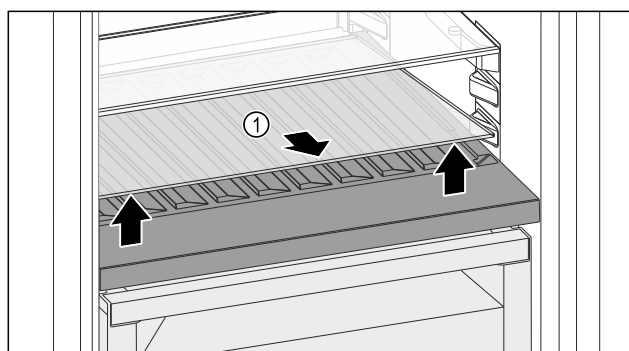

Fig. 123
- Sollevare il ripiano di vetro Fig. 123 (1) dall'incavo anteriore e rimuoverlo.
- Conservare il ripiano di vetro Fig. 123 (1) fuori dall'apparecchio in un luogo sicuro.